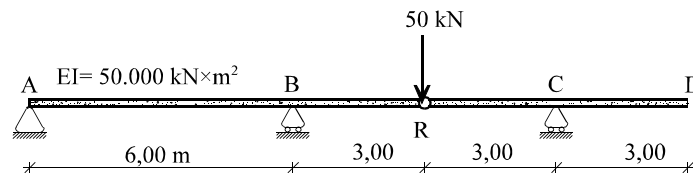

Figura 9
- 9) Dibujar la deformada de la viga de la figura 9 y acotar sobre ella los movimientos y giros de todos los puntos con nombre para las siguientes hipótesis de carga: